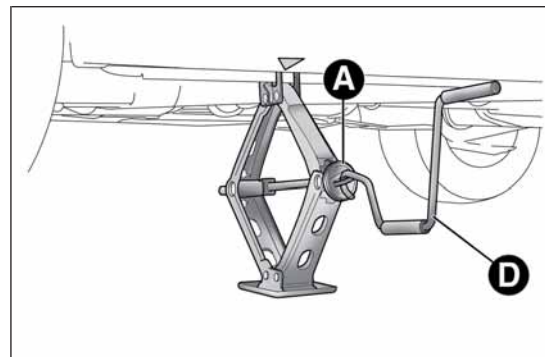
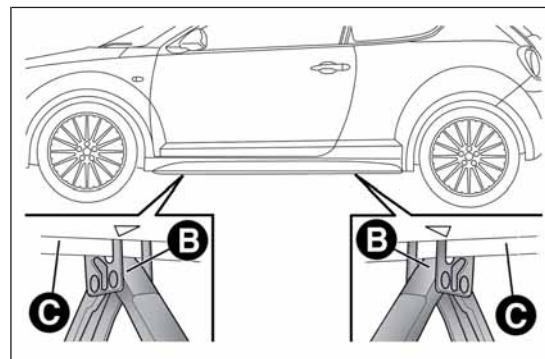

fig. 120
fig. 121
- ❑ aziona il dispositivo A fig. 120 in modo da distendere il cric, sin quando la parte superiore B fig. 121 si inserisce correttamente sul longherone C;
- ❑ inserisci la manovella D fig. 120 nella sede sul dispositivo A, aziona il cric e solleva la vettura, sino a quando la ruota si alza da terra di alcuni centimetri;
- ❑ aziona la manovella D fig. 120 del cric in modo da abbassare la vettura. Successivamente estrai il cric;